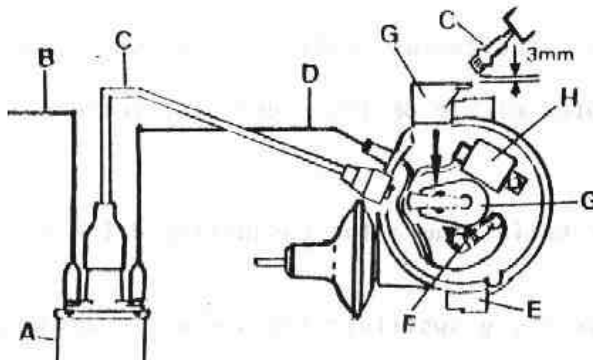

Fig. N2-6 Aislamiento del rotor
- 4.1. Con el encendido conectado, mantener el cable de alta, C (Fig. N2-6) de la bobina, A, a unos 3 mm. de la lengüeta metálica del rotor, G. Abrir y cerrar rápidamente los contactos del ruptor, F, y comprobar que no salta la chispa. En caso contrario, el rotor, G, se encuentra comunicado.